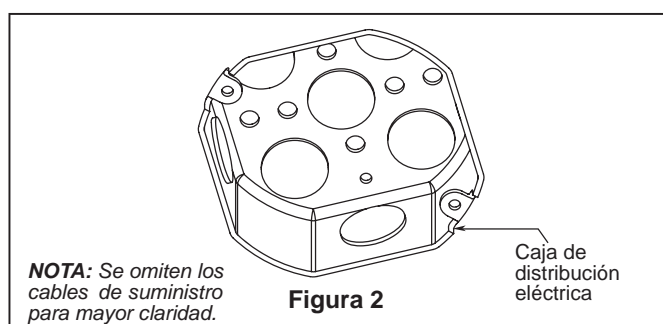

Figura 2
Es fundamental que la caja de distribución eléctrica y los tornillos estén bien asegurados a la estructura armada y que sean capaces de soportar una carga de, al menos, 15,9 kg (35 lb). Si los tornillos no están correctamente colocados, el ventilador podría caerse. (Figura 2)
1. Ajuste bien la caja de conexiones del techo apta para soporte de ventilador en la estructura armada. Caja de conexión no se suministra con el ventilador. (Figura 2)